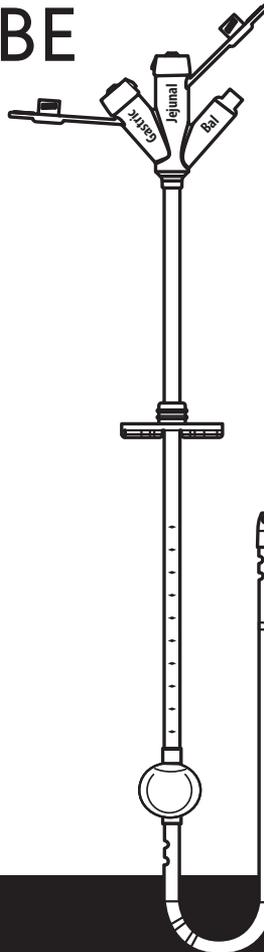

Fig. 1
La sonde d'alimentation gastro-juvéale (GJ) AVANOS* MIC* (fig. 1) assure simultanément une décompression/un drainage gastrique et l'administration d'une nutrition entérale dans le duodénum distal ou le jéjunum proximal.
2. À l'aide de la seringue à embout Luer mâle contenu dans la trousse, gonfler le ballonnet (fig. 1-E) avec de l'eau par le port de gonflage du ballonnet (fig. 1-A). Ne pas utiliser d'air.
4. Vérifier l'anneau de rétention externe (fig. 1-D). L'anneau doit glisser le long de la sonde avec une résistance modérée.
6. À l'aide d'une seringue ENFit®, purger la lumière gastrique (fig. 1-C) et la lumière jéjunale (fig. 1-B) de la sonde avec de l'eau pour en confirmer la perméabilité.